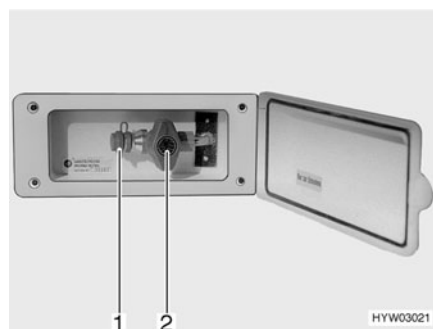

Fig. 108 Toma exterior de gas, válvula de paso de gas cerrada
La toma externa de gas (Fig. 108) está, en función del modelo, en la parte trasera o en el lado izquierdo del vehículo.
- Conectar el aparato de gas externo en el punto de conexión (Fig. 108,1).
- Abrir la válvula de paso de gas (Fig. 108,2).